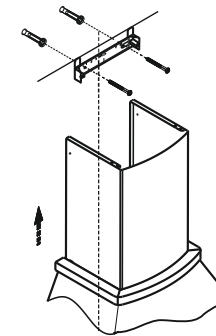

РИС. 7
- сделайте отметку по верхнему краю фальштрубы и проведите горизонтальную линию рис.7 (фальштубу опустите внутрь зонта);
- приложите кронштейн к стене, как показано на рис. 7;